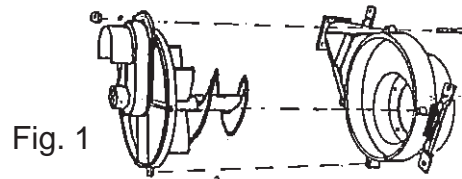

Fig. 1
2. Pumpen demonteres og pumpeinnsatsen tas ut - fig. 1